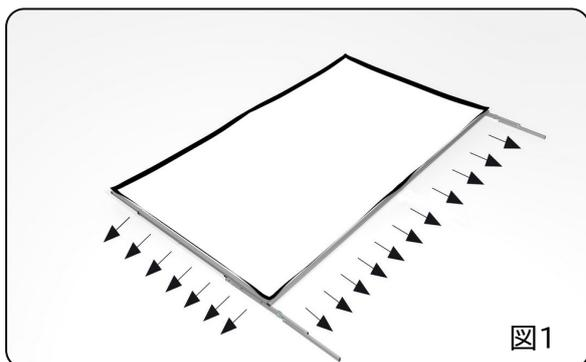

図1
●図1の順でコーナープラグスロットにクリップを掛けます。
- 図1のように縦横2辺のクリップを外します。